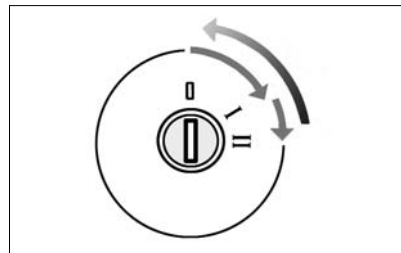

Рис. 36. Выключатель зажигания
**0** (рис. 36) – **выключено.** Положение фиксированное. Ключ вынимается.